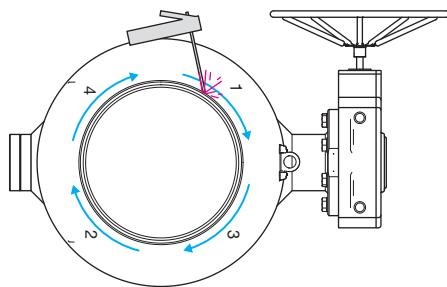

Рис. 5. Выполнение сварных швов
- Швы между перемычками привариваются так, как показано на рис. 5 и 6. Последовательность сварки: 1-2-3-4.